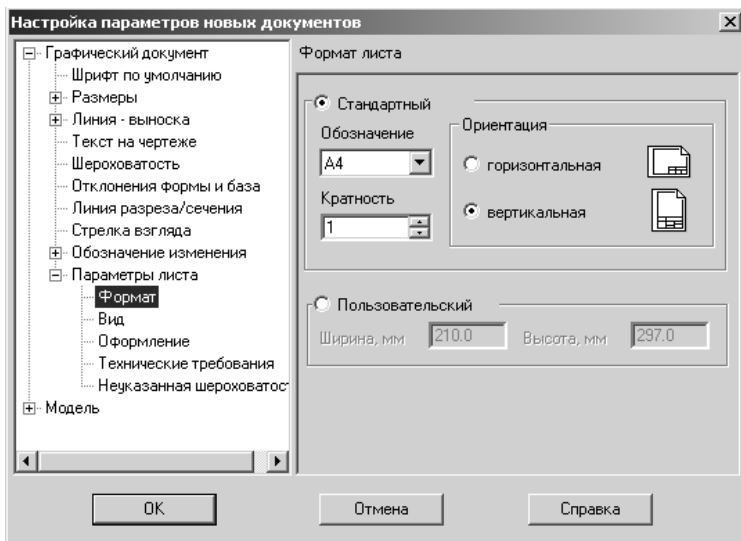

Рис. 1.1.5
4. В окне диалога «Настройка параметров новых документов» выбрать **Параметр листа/Формат** и установить параметры в **Формате** листа (рис. 1.1.5):